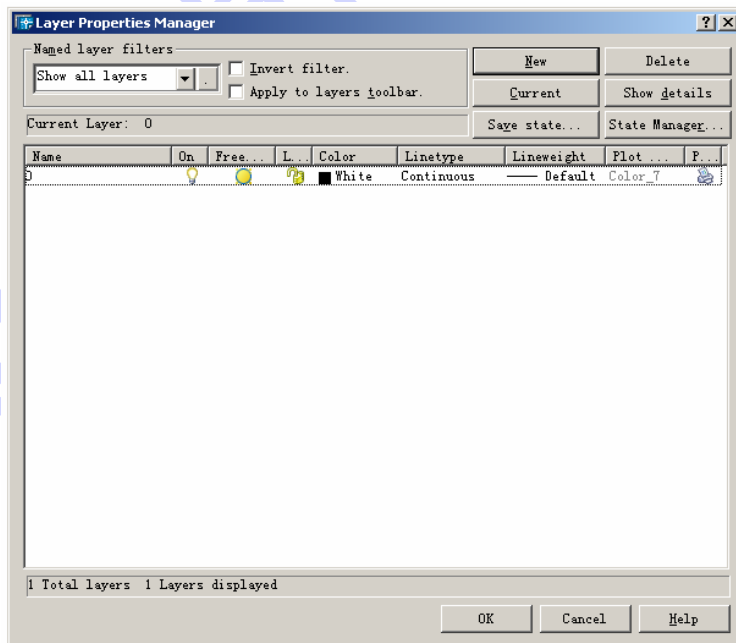

图 7-13 Layer Properties Manager 对话框
用上述方法中的任一种输入命令后，弹出如图 7-13 所示的 Layer Properties Manager(图层属性管理)对话框。该对话框中各选项的含义分别如下述。
(2) 。图层。用户可以通过单击该图标来创建新的图层。具体的操作过程是：单击右图所示的 Layer 图标 后，AutoCAD 将弹出如图 7-13 所示的 Layer Properties Manager 对话框，用户可以利用该对话框进行有关图层创建的操作。具体的操作过程与前面介绍的相同。